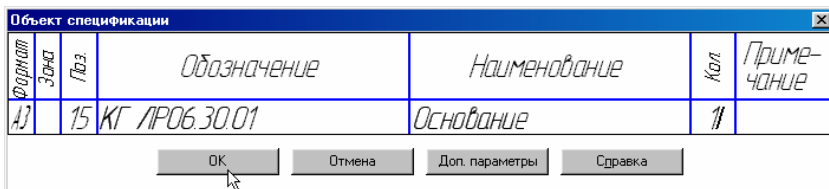

Рис. 23
6. В появившемся окне заполните ячейки *Обозначение*, *Наименование*, *Количество* и нажмите **ОК**, рис. 23.